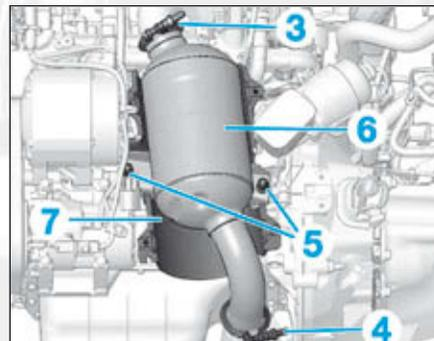

FIG.5
- les colliers de serrage d'échappement (3) et (4) (Fig.5),
- les écrous de fixation (5) du catalyseur (6),
- le catalyseur (6) puis l'écran thermique (7),